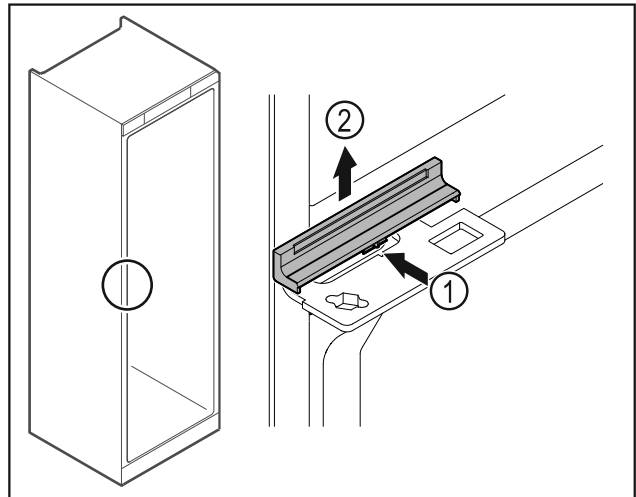

Fig. 42
- ▶ Натиснете леко навътре капака Fig. 42 (1) в средата и го свалете нагоре Fig. 42 (2).